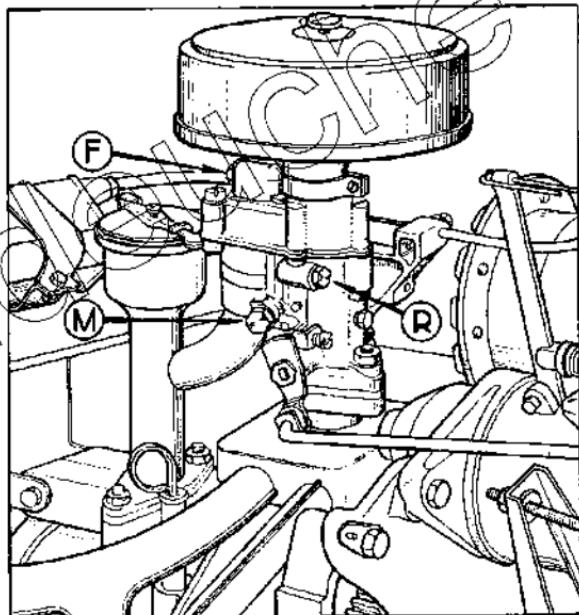

Fig. 9. — CARBURATEUR ET FILTRES
La figure 9 vous indique les emplacements où vous pouvez, à la rigueur, intervenir pour un nettoyage : gicleur (I) de marche (M), gicleur de ralenti (R) et filtre d'arrivée (F).
A. — A l'entrée du carburateur, sous le raccord de la canalisation (en F fig. 9), il y a un autre filtre constitué par un cylindre de fine toile métallique. Il peut se ébarger à la longue d'un dépôt blanchâtre qui gêne l'arrivée d'essence. Son nettoyage est très facile.